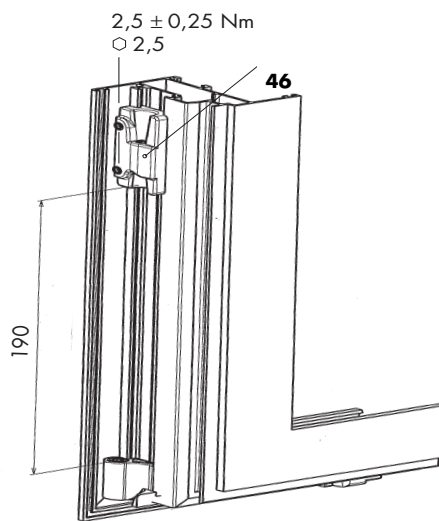

Bild 3
7. Flügelteil BSU A0040 re./li. (**46**) in Flügelnut einlegen und sichern (Bild 3).
11. Flügelteil BSU A0040 re./li. (**46**) wie in neben stehender Abbildung (Bild 3) positionieren und mit Drehmoment $2,5 \pm 0,25$ Nm festklemmen.